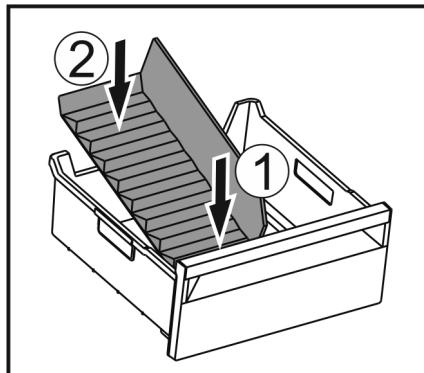

Fig. 167
► Установите переднюю часть разделителя отделения для льда. Fig. 167 (1)
► Опустите заднюю часть разделителя отделения для льда на дно выдвижного ящика. Fig. 167 (2)